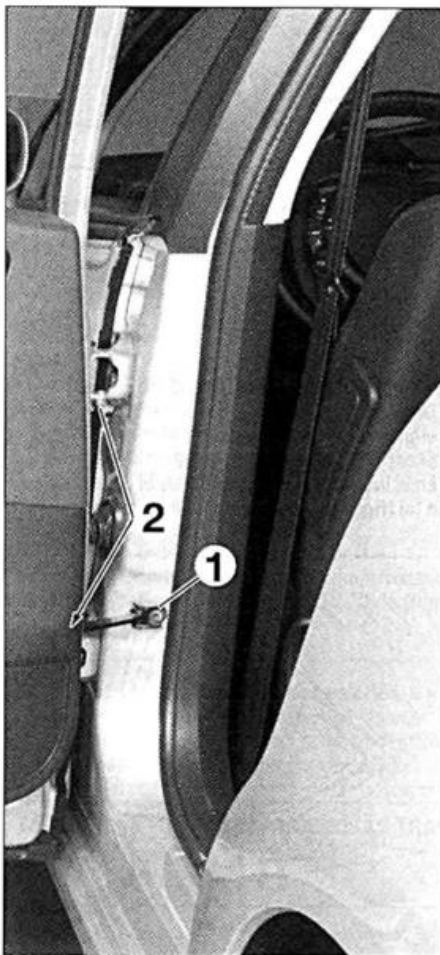

FIG. 52
- Desmontar el tornillo de fijación (1) (fig. 52) del tirante de puerta.